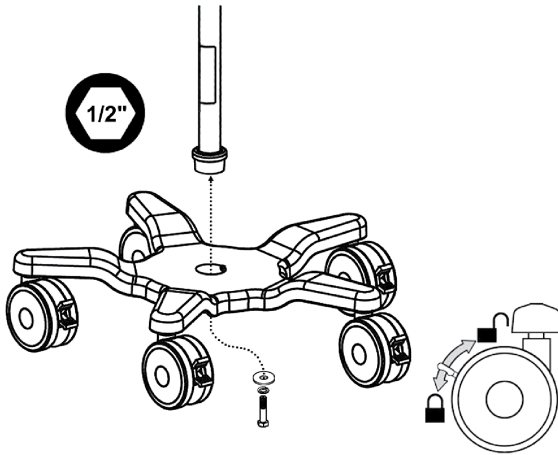
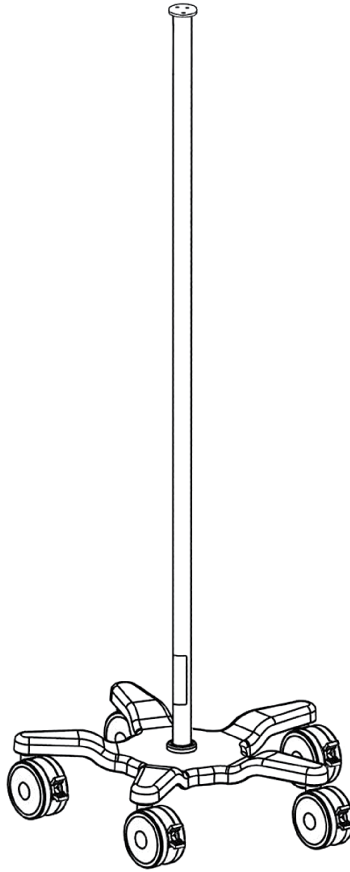

Figure 1 ■ Figure 1 ■ Abbildung 1 ■ Figura 1 ■ Figura 1 ■ Afbeelding 1
Figure 7 ■ Figure 7 ■ Abbildung 7 ■ Figura 7 ■ Figura 7 ■ Afbeelding 7
请参阅第 27 页图 1 至第 29 页图 7。
1	将支架杆插入底座，然后再将装置侧放，以便露出底座的底部（请参阅第 27 页图 1）。
27ページの図1～29ページの図7を参照してください。
1	ポストを土台に差し込み、組み立てた状態で横に倒して、土台の底部に触れられるようにします（27ページの図1を参照）。
■ Rysunek 1 ■ Obrázok 1 ■ Figur 1 ■ Kuva 1 ■ Φιγυρα 1 ■ Figura 1
■ Joonis 1 ■ 1 pav. ■ 1. attēls. ■ Şekil 1 ■ Рис. 1 ■ 图 1 ■ 图 1
■ Rysunek 7 ■ Obrázok 7 ■ Figur 7 ■ Kuva 7 ■ Фигура 7 ■ Figura 7
■ Joonis 7 ■ 7 pav. ■ 7. attēls. ■ Şekil 7 ■ Рис. 7 ■ 图 7 ■ 圖 7